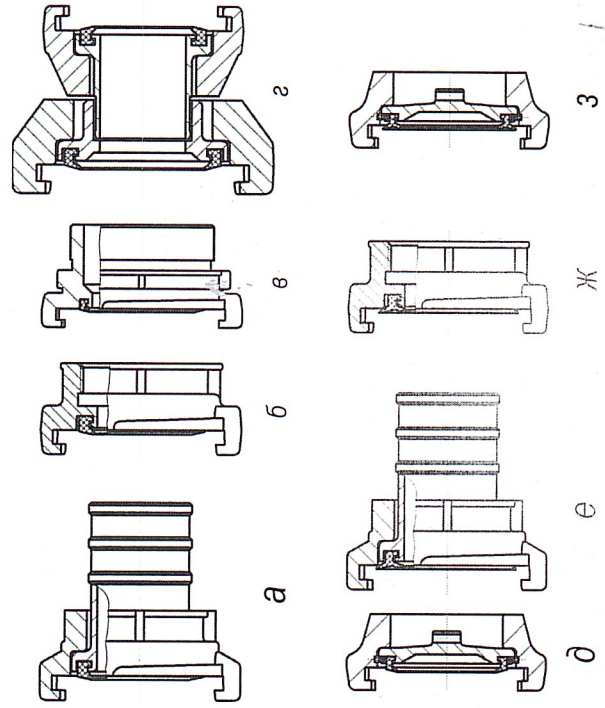

Рисунок 1 – Головки соединительные для пожарного оборудования
1.3 В зависимости от назначения коммуникаций пожаротушения при транспортировании огнетушащих веществ и конструктивного исполнения головки классифицируются (рис.1):
- ГР – головка рукавная напорная (рис.1, а);
- ГМ – головка муфтовая напорная (рис.1, б);
- ГЦ – головка цапковая напорная (рис.1, в);
- ГП – головка переходная напорная (рис.1, г);
- ГЗ – головка заглушка напорная (рис.1, д);
- ГРВ – головка рукавная всасывающая (рис.1, е);
- ГМВ – головка муфтовая всасывающая (рис.1, ж);
- ГЗВ – головка заглушка всасывающая (рис.1, з);